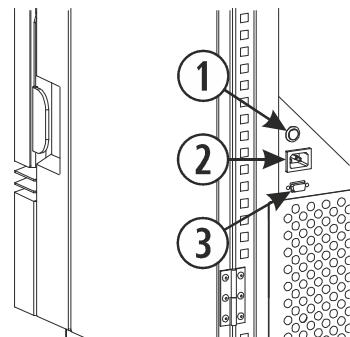

Figura 14
- ECO III: Na ligação de corrente da estufa (*figura 14*).